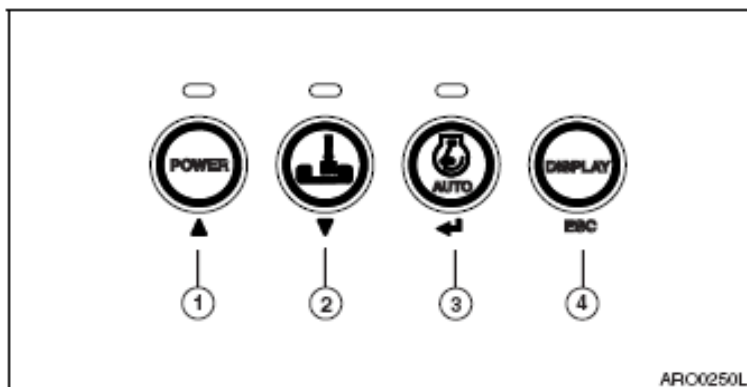

Figura 51
- Botón de flecha hacia arriba (▲, 1 en Figura 51): Utilizado para mover un ítem del menú hacia arriba "Up" o a la izquierda "Left".
- Botón de flecha hacia abajo (▼, 2 en Figura 51): Utilizado para mover un ítem del menú hacia abajo "Down" o a la derecha "Right".
- Botón Enter (◀, 3 en Figura 51): Utilizado para configurar un menú o poner a cero las horas de servicio de los filtros/aceites.
- Botón de menú / salida (ESC, 4 en Figura 51): Utilizado para acceder al menú principal o regresar a la pantalla anterior de cada submenú.